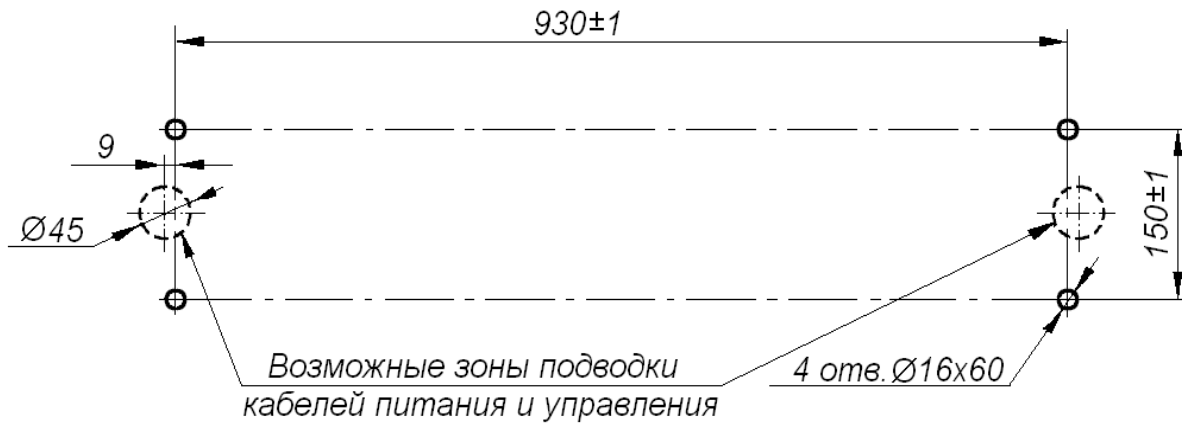

Рисунок 10. Схема разметки отверстий для крепления стойки турникета
8.4.3 При необходимости прокладки кабелей (13) и (14) под поверхностью пола подготовьте в полу кабельный канал, подходящий к зоне подвода указанных кабелей к стойке (рисунок 10).